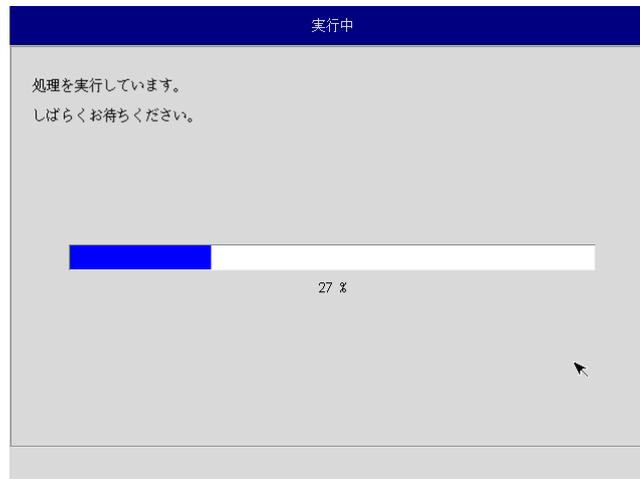

図 7-4-5. 実行中画面
- ⑦ 実行中画面（図 7-4-5）が表示され、処理が開始されます。実行中は DVD ドライブ、保存メディアを外さないでください。また、電源を落とさないようにしてください。